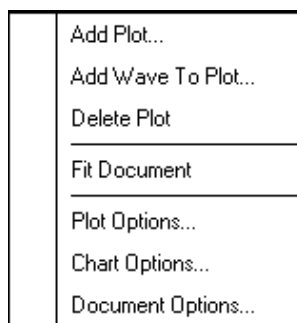

Рис. 9.19. Контекстное меню команд управления графиками
- Щелчок правой кнопки мыши в поле графиков открывает другое контекстное меню (рис. 9.19), включающее команды:
1. В среде активного документа *.sdf щелчком правой кнопки мыши вызвать контекстное меню и в нем указать команду **Add Plot** или командой главного меню **Plot | New Plot**. Запускается процедура формирования графика **Plot Wizard** (см. рис. 9.19). На первом шаге указать имя нового графика.